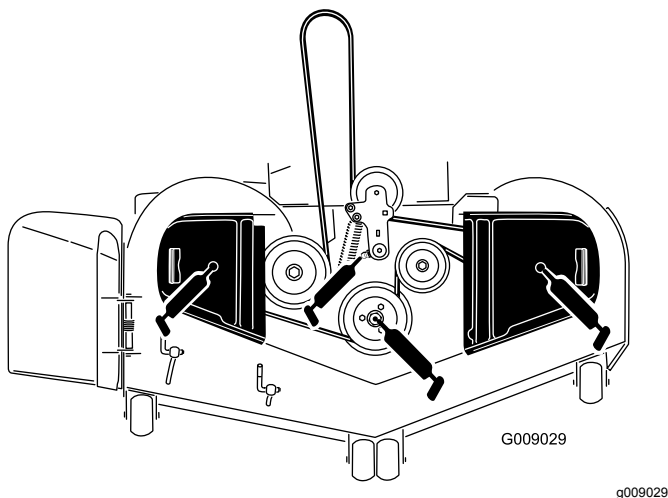

Figure 45
3. Graissez le pivot de la poulie de tension du tablier de coupe jusqu'à ce que la graisse ressorte par le bas (Figure 45).
4. Graissez les graisseurs sur le haut des 3 roulements d'axes jusqu'à ce que la graisse ressorte (Figure 45).
5. Graissez le bras de tension de la courroie d'entraînement (Figure 45).